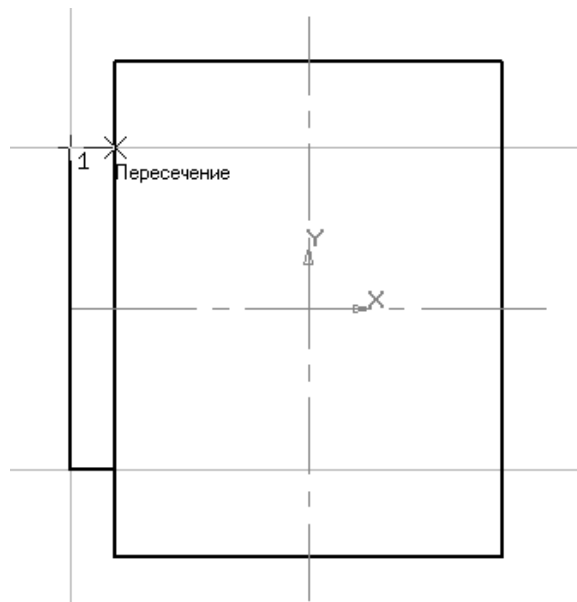

Рис. 10
11) С помощью привязки «**Пересечение**» последовательно укажите точки p1, p2, p3, p4 (см. **Образец**) (рис.10).